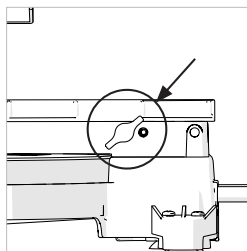

Fig. 14
- Relâchez la vis à ailettes. (Fig. 14)